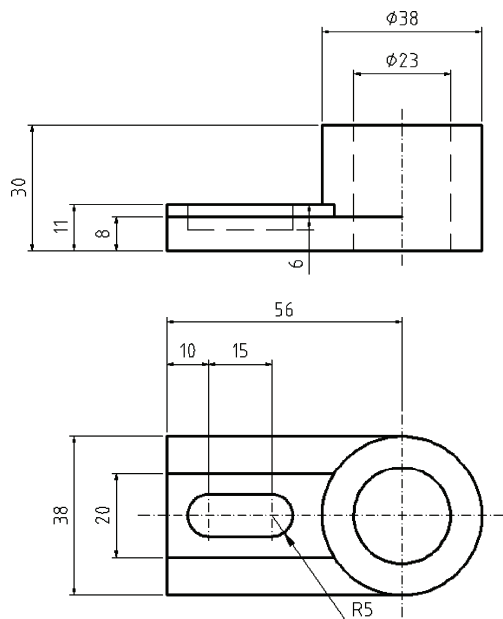

图 4-43 最终图形
10) 至此，该图形已经绘制完成，如图 4-43 所示。再按〈Ctrl+S〉组合键保存该文件。